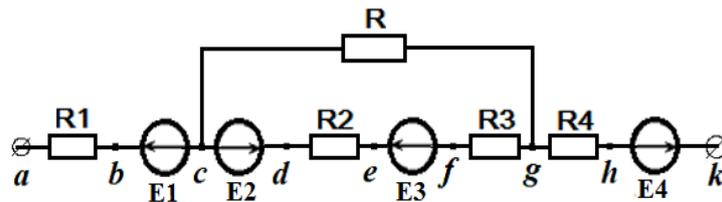

Рис. 1.57. Схема к задачам 7 и 8
8. Определить ток I и потенциалы точек b, c, d, e, f, g, h , считая потенциалы φ_a и φ_k неизменными; определить ток, который потечет по сопротивлению $R = 100 \text{ Ом}$, если его подключить к точкам c и g , $\varphi_a = -50 \text{ В}$, $\varphi_k = 25 \text{ В}$, $E_1 = 10 \text{ В}$, $R_{\text{вн1}} = 1 \text{ Ом}$, $E_2 = 30 \text{ В}$, $R_{\text{вн2}} = 8 \text{ Ом}$, $E_3 = 20 \text{ В}$, $R_{\text{вн3}} = 10 \text{ Ом}$, $E_4 = 15 \text{ В}$, $R_{\text{вн4}} = 6 \text{ Ом}$, $R_1 = 10 \text{ Ом}$, $R_2 = 20 \text{ Ом}$, $R_3 = 50 \text{ Ом}$, $R_4 = 20 \text{ Ом}$ (рис. 1.57).